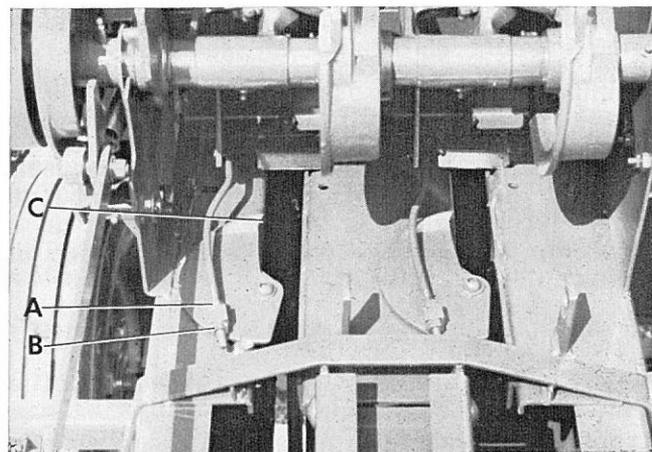

FIG. 46
1. Déclencher les noueurs et faites tourner jusqu'au point où le doigt à ficelle dépasse exactement le rayon intérieur de l'aiguille point A fig. 46. Le mécanisme étant en cette position, desserrer la vis B et avancer ou reculer le doigt à ficelle de façon qu'il y ait un espace libre de 0,8 mm au point A entre l'extrémité du doigt à ficelle et l'aiguille.
Ce frein C fig. 46 est destiné à empêcher les noueurs de sortir de leur position originale depuis l'instant où ils sont déclenchés jusqu'au moment où ils sont entraînés par le pignon de l'embrayage du noueur.